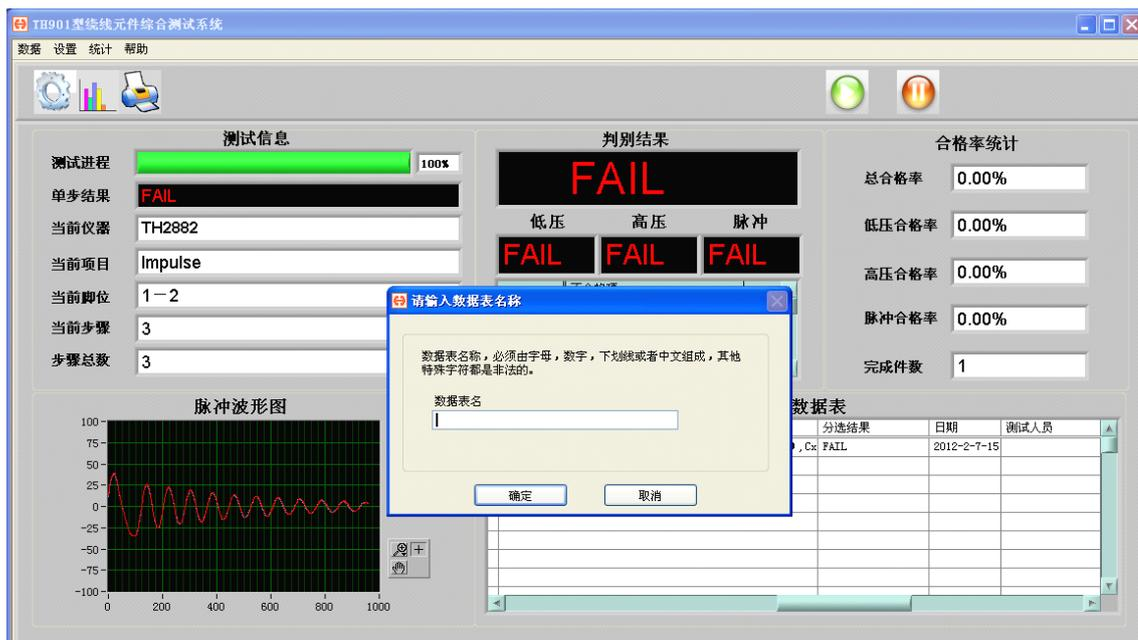

图15 输入数据表名称
(2) 输入数据表单名称，点击确定即可生成，如图 15 所示：